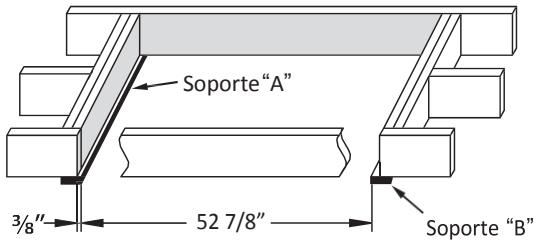

FIGURA 5: Vista desde arriba
Primero localice el soporte "A", al final de donde va la bisagra de la puerta de la escalera. El borde del soporte "A" debe extenderse 3/8" a la abertura en el techo, como se muestra en la figura 5. Asegúrese que ambas piñas penetren el cabezal a través del techo
B. Mida desde el borde interior del soporte "A", posicione y asegure el borde interior del soporte "B" a 52 7/8" (Figura 5). Asegúrese de que ambas piñas penetren el cabezal por encima del techo.